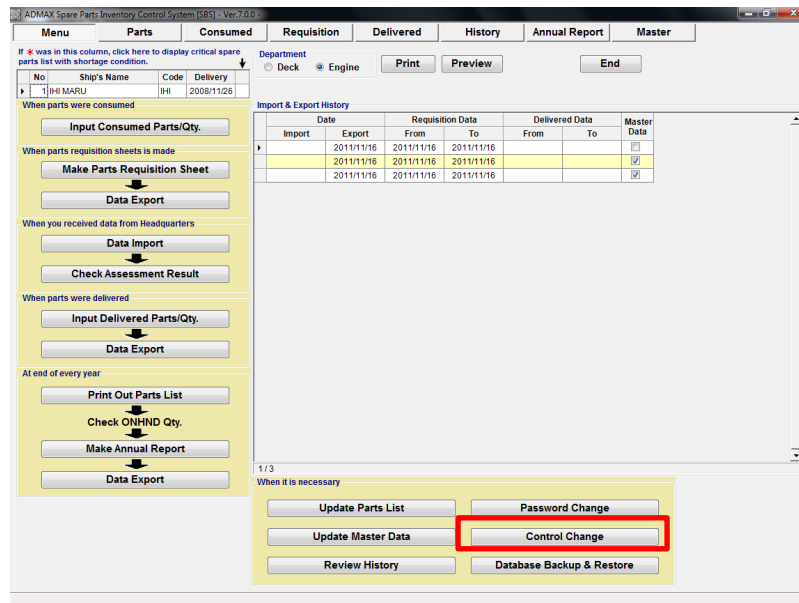

図 15.1 Menu
1. [Control Change] ボタン をクリックすると"Menu Screen"で、(図.15-1)